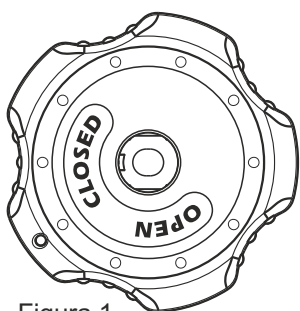

Figura 1
- 5.1 Introducir el pomo sobre la válvula con las inscripciones "OPEN" y "CLOSED" según figura 1. El pomo debe entrar totalmente hasta hacer tope con la válvula.
Si el pomo está "invertido", verificar la posición de la chapa de arrastre, ésta NO entrará hasta su totalidad. Buscar la posición correcta antes de su montaje en válvula, de forma que "OPEN" y "CLOSED" queden según figura 1.